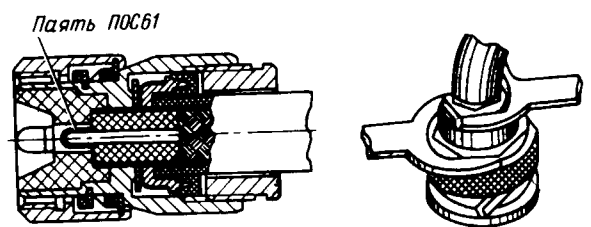

Рис. 43. К сборке высокочастотного разъема
8. Вставить кабель с припаянным штырем (гнездом) в корпус и завернуть детали гаечным ключом (рис. 43).